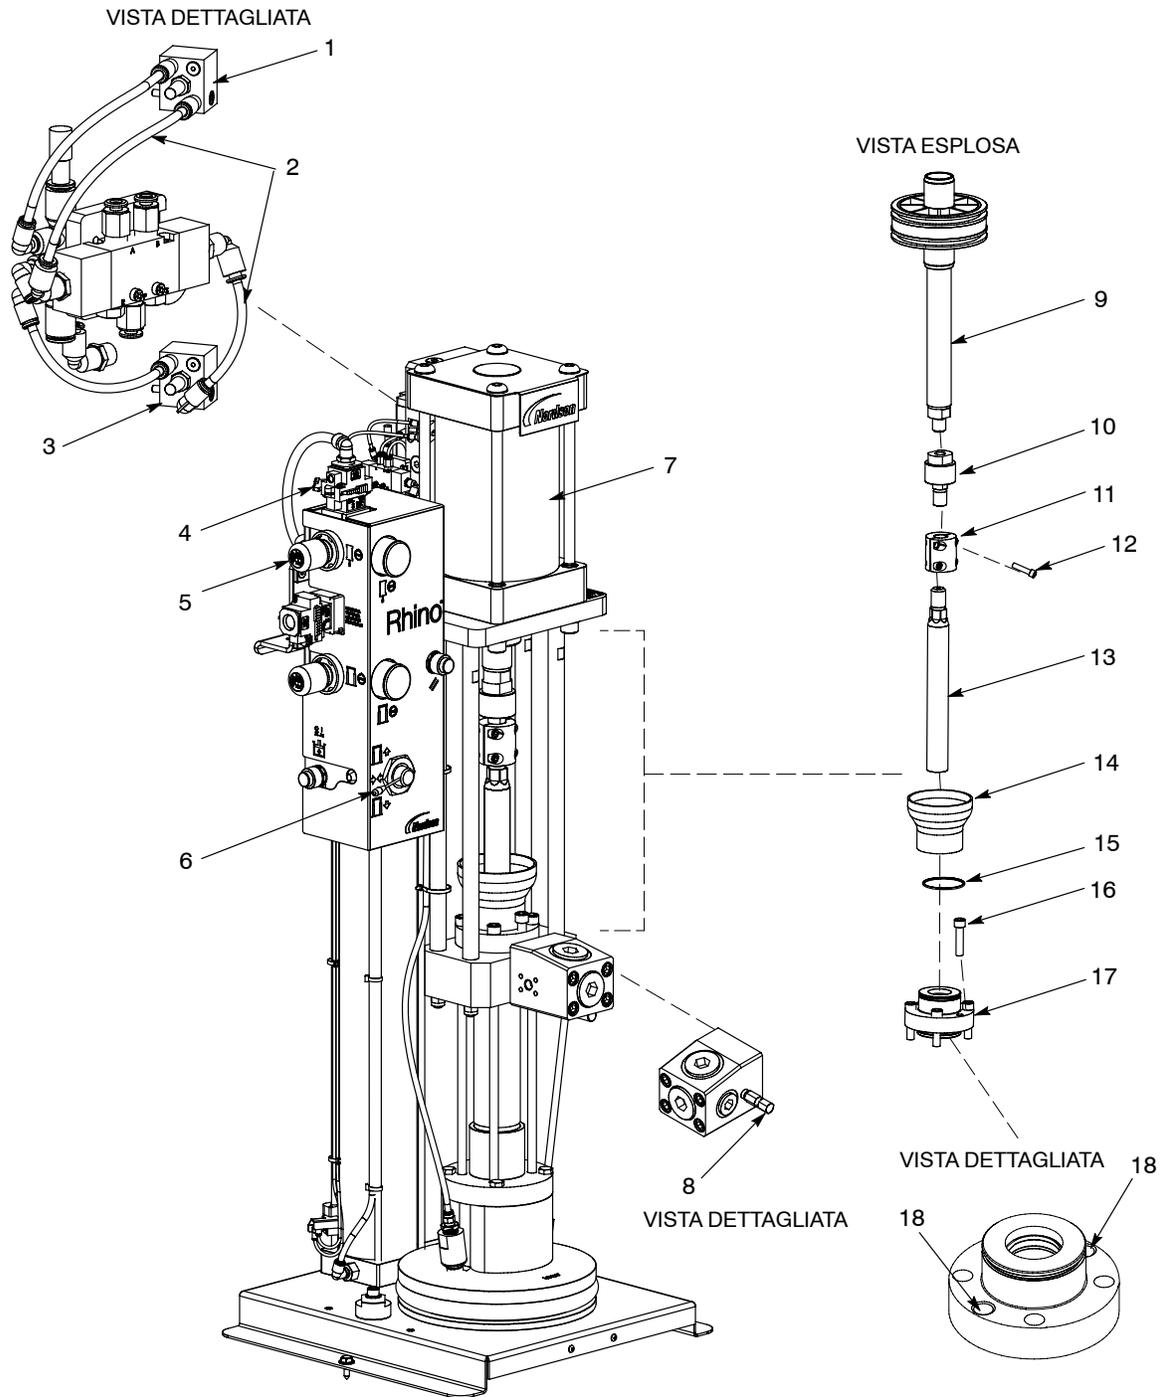

Figura 1 Rimozione del premistoppa
Vedi figura 1.
9. Vedi figura 1. Ricollegare la linea dell'aria in uscita (2) al sensore magnetico inferiore (3).